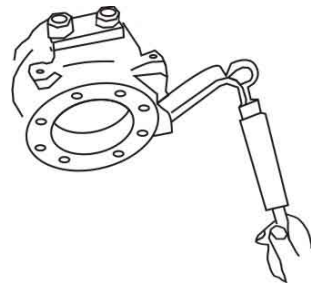

Рис. 2
7. Набором регулировочных прокладок между поворотным кулаком и шкворнями обеспечьте усилие поворота относительно шкворней в любую сторону. Оно должно составлять 3,2-6 кг для штатных колес, 5-7 кг для колес увеличенного диаметра (**см. рис. 2**). Усилие проверяется безменом. Усилие поворота при проверке безменом делается без установленной защитной манжеты ШОПК.